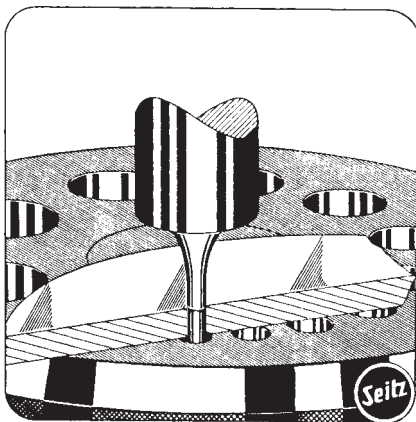

Abb. 67
- a) Dient zum Ausschlagen von Schrauben (Abb. 67). Es handelt sich nur darum den richtigen Durchmesser des